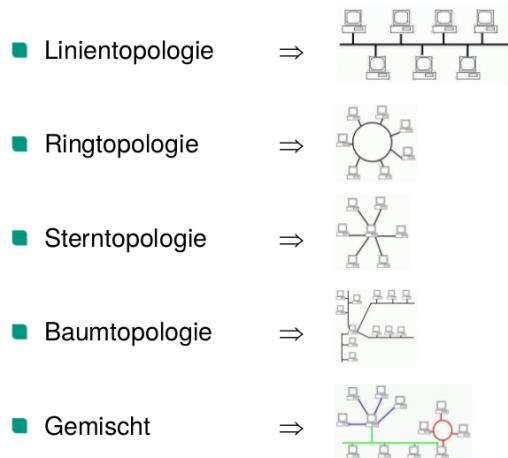

Abbildung 86: Topologien von Bus-Systemen
**Topologien von Bus-Systemen:** Siehe Abbildung 86.